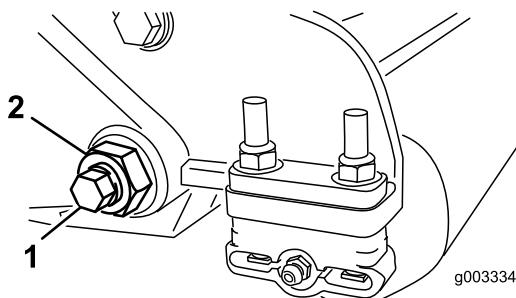

Figura 28
- En cada lado de la máquina, afloje la contratuerca que fija el perno de la barra de asiento (Figura 28).
- Retire cada perno de la barra de asiento, para poder tirar de la barra hacia abajo y retirarla de la máquina (Figura 28).